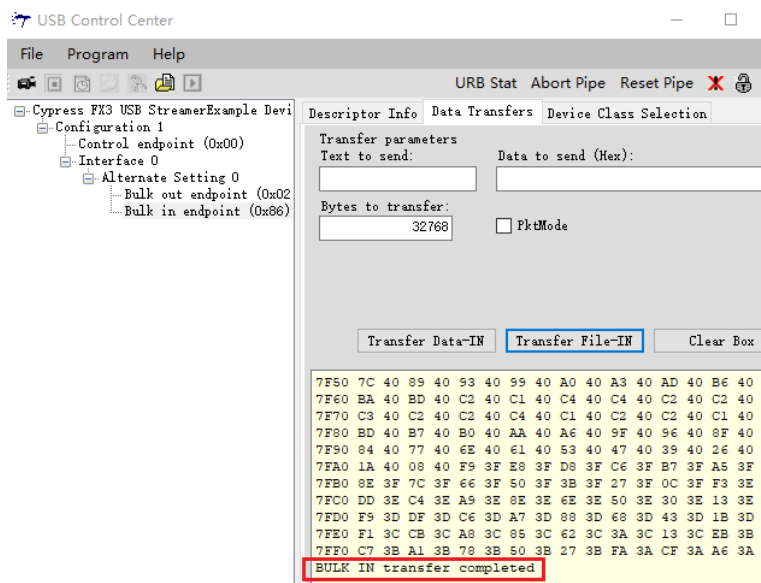

图 1-30 数据传输完成界面显示
9. Cypress 软件接收数据，并提示传输成功。如下图 1-30 所示。